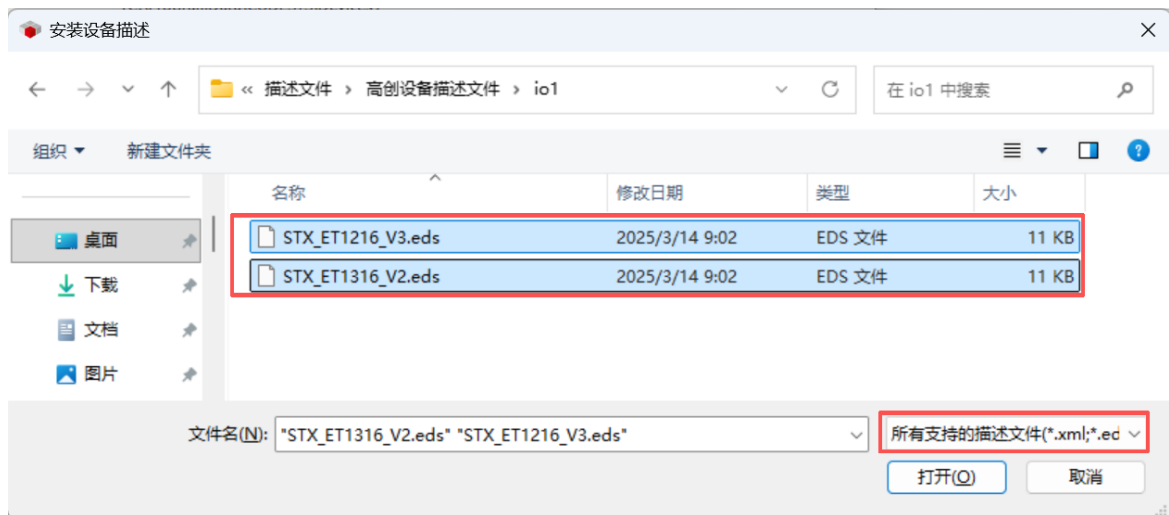

图 7-4 选择要安装的 EDS 文件
(3) 如下图 7-4，在弹出的“安装设备描述”窗口中找到电脑中存放 EDS 文件的位置，右下角文件类型选择“所有支持的描述文件”，然后选中所使用模块型号对应的 EDS 文件（可以一次性选多个），最后点击“打开”，完成安装。安装完成后关闭“设备存储库”窗口。